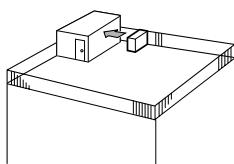

Fig. 2-3
- ① Positionner la sortie d'air vers le mur le plus proche et à environ 100 cm de ce-lui-ci. (Fig. 2-3)